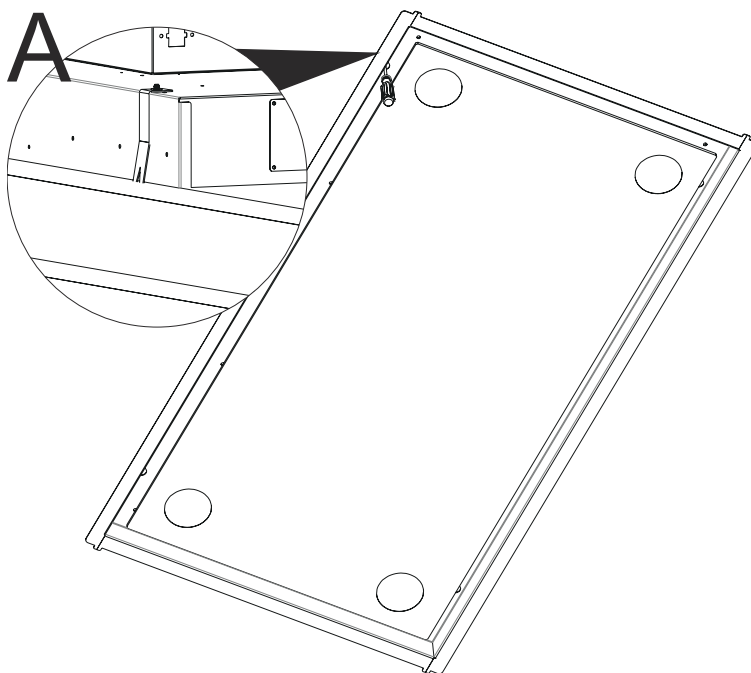

Fig. 14
8. ➔ Fäst de 4 skruvarna till beslagen som ska spänna fast fläkten ordentligt mot ytan (Fig. 14).
Se till att fläkten sitter tätt och i nivå med taket (Fig. 14/A).